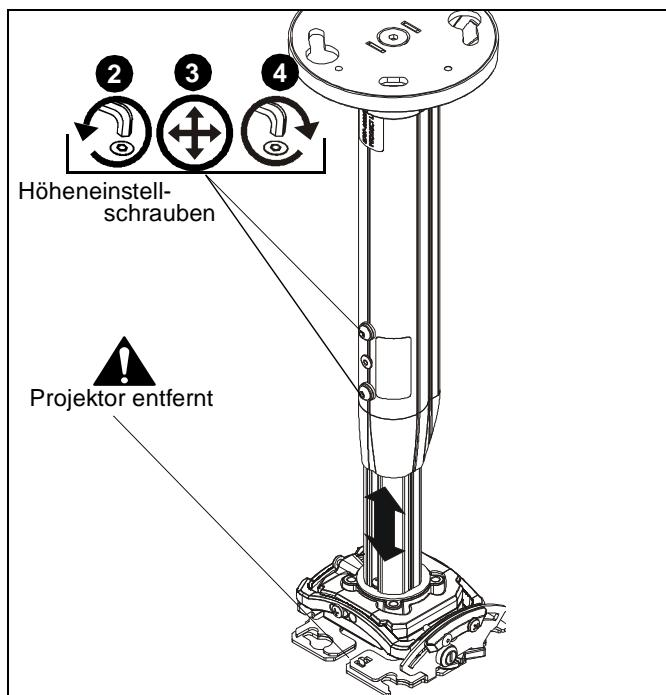

Abb. 20
2. Lockern Sie die Höheneinstellschrauben. (Siehe Abb. 20)
3. Stellen Sie die Höhe wunschgemäß ein, wobei Sie die Projektorthalterung festhalten müssen. (Siehe Abb. 20)
4. Ziehen Sie die Höheneinstellschrauben fest. (Siehe Abb. 20)